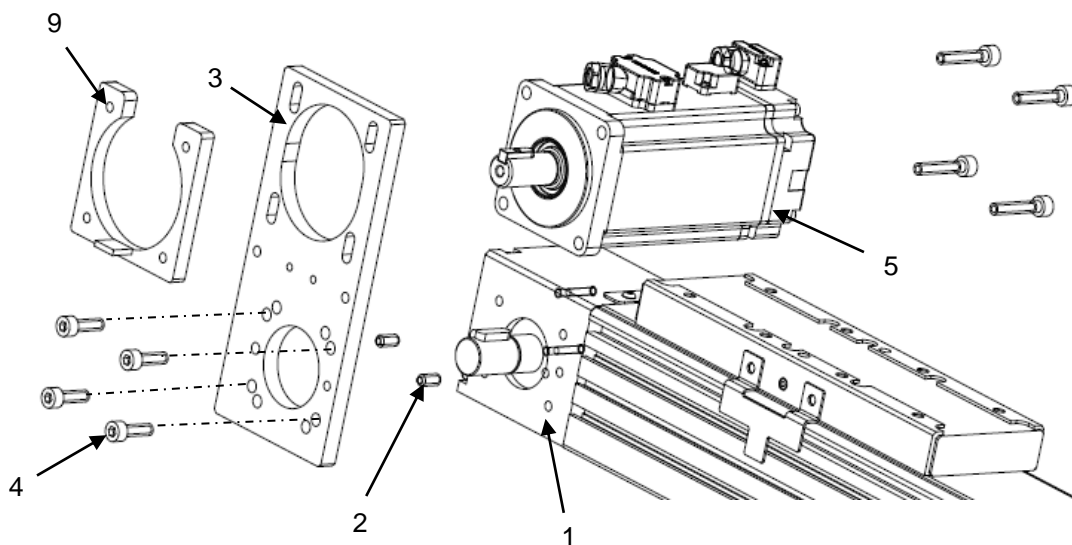

Рисунок 10 – Установка фланца
- 1) Установите фланец (поз. 3) на модуль (поз. 1) с помощью штифтов (поз. 2) винтов (поз. 4) (см. рисунок 10). Установить фланец (поз. 3) на двигатель (поз. 5) с помощью монтажной пластины (поз. 9) и винтов (поз. 6); **ВНИМАНИЕ!!!** Винты (поз. 6) не закручивать!